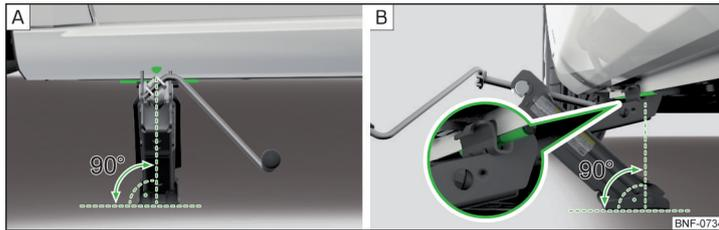

Abb. 123 Wagenheber ansetzen
- Die Grundplatte des Wagenhebers mit der gesamten Fläche auf einem geraden Untergrund stellen, sodass sich der Heber in senkrechter Position zum Aufnahmesteg befindet » **Abb. 123 - A**.
- Den Wagenheber mit der Kurbel so weit hoch drehen, bis die Klaue des Hebers den Steg umfasst » **Abb. 123 - B**.